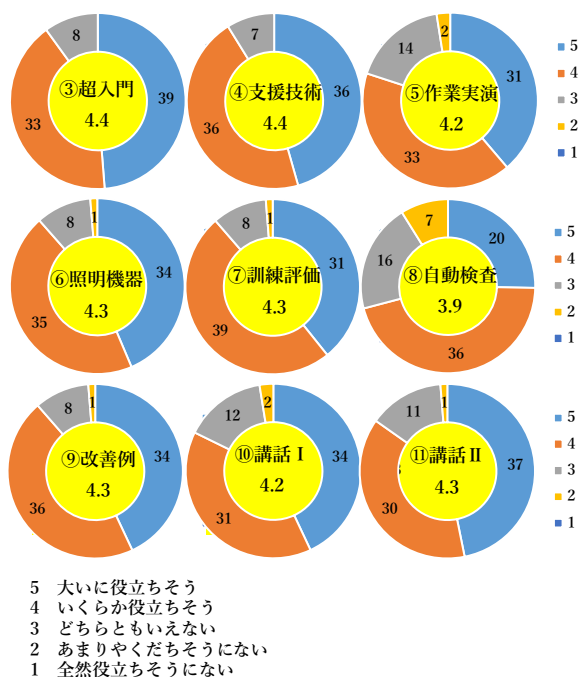

図 8 ワークショップ個別評価
である）、適切な理解水準のワークショップを行えたこと、そして、十分に満足していただいたことが伺われる。一方、図 8 の個別評価に関しては、役立ったかどうかを判断基準にして回答していただいた。⑧の自動検査を除いては、4.2 以上の高い評価となっており、狙い通りのワークショップを開催できたものと思われる。